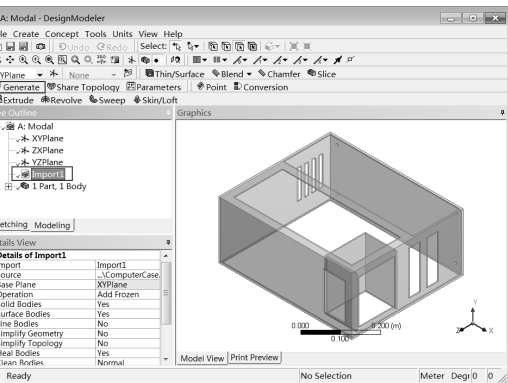

图 6-8 生成后的 DesignModeler 界面
Step4 :单击 Generate (生成)按钮,即可显示生成的几何体,如图 6-8 所示,此时可在几何体上进行其他的操作。本例无须进行操作。